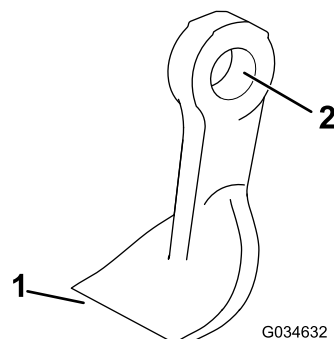

**Figura 75**
4. Controllate ogni lama per escludere danni, con particolare attenzione a dispositivi di fissaggio, taglienti e fori di montaggio (Figura 75). Sostituite tutte le lame e i dispositivi di fissaggio danneggiati.